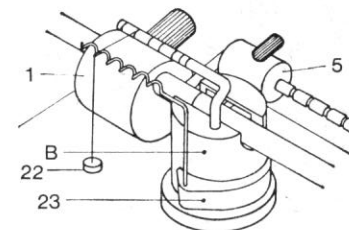

Fig. 2
Nous disposons d'une cellule de lecture dont la force d'appui doit être de 1,5 g, le rayon de la pointe étant de 18µm (.0007"). Le tableau 2 (1^{re} colonne) indique que pour une force d'appui de 1,5 g et un rayon de pointe de 18µm (.0007") il y a lieu (quatrième colonne) d'accrocher le petit poids de 1 g à l'encoche 6 de la tige coudée (3). Le fil de nylon, auquel le poids est accroché, devra chevaucher une des spires de la tige hélicoïdale du support (23) et pouvoir manœuvrer librement lors du déplacement latéral du bras (fig. 2).